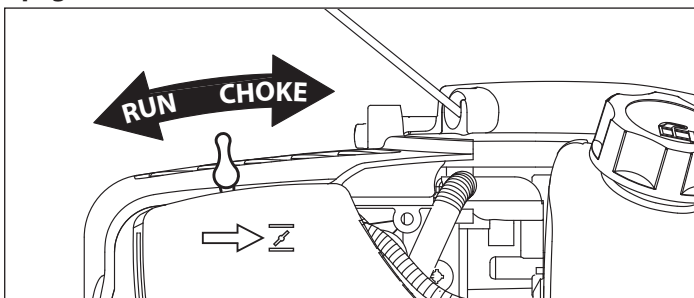

FIGURA 4
1. Mueva la palanca del estrangulador a la posición **ESTRANGULAR**. CONSULTE LA FIGURA 4
NOTA: El estrangulamiento medio se define cuando la palanca del estrangulador está entre las posiciones **ESTRANGULAR** y **ARRANCAR**. CONSULTE LA FIGURA 4
6. Mueva la palanca del estrangulador a la posición **ARRANCAR** y apriete el acelerador hasta la velocidad deseada. CONSULTE LA FIGURA 4